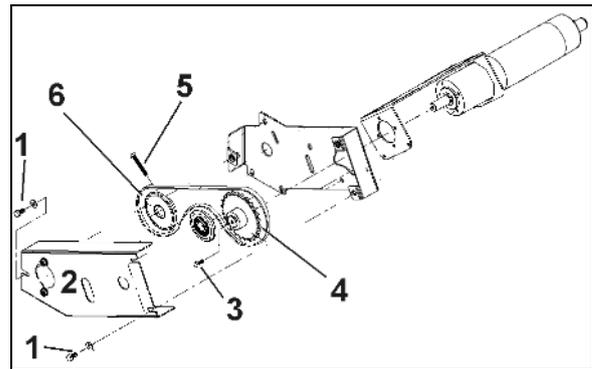

Fig. 128
1. Desserrer les assemblages vissés (Fig. 128/1) du couvercle de protection et retirer celui-ci (Fig. 128/2).
2. Desserrer l'assemblage vissé (Fig. 128/3), retirer la roue à chaînes $z=24$ (Fig. 128/4), monter la roue à chaînes $z=18$ et resserrer l'assemblage vissé à fond.
3. Desserrer l'assemblage vissé (Fig. 128/5), retirer la roue à chaînes $z=18$ (Fig. 128/6), monter la roue à chaînes $z=24$.